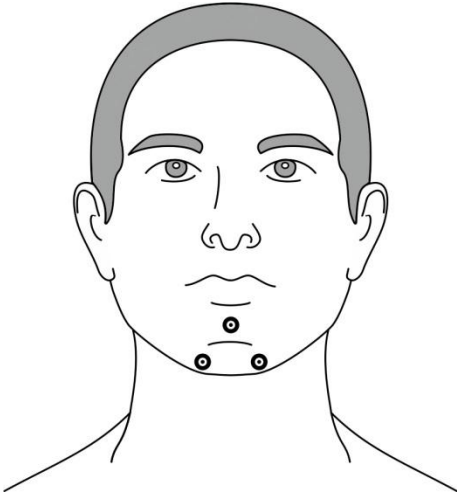

Рис. 36. Схема наложения электродов в подбородочной области пациента для регистрации поверхностной ЭМГ
- Для регистрации сигнала поверхностной ЭМГ с мышц подбородка можно использовать чашечковые электроды, предварительно заполненные токопроводящей адгезивной пастой, или одноразовые электроды с коннектором «кнопка» и соответствующими кабелями отведений. Согласно рекомендациям AASM, требуется накладывать три электрода в подбородочной области следующим образом (рис. 36): центральный — на 1 см выше края нижней челюсти по средней линии, правый — на 2 см ниже края нижней челюсти и на 2 см вправо от средней линии, левый — на 2 см ниже края нижней челюсти и на 2 см влево от средней линии. При такой схеме наложения электродов сигнал поверхностной ЭМГ можно отводить по двум или трем биполярным каналам: правый — центральный, левый — центральный, правый — левый. Кожу пациента в местах установки электродов предварительно обезжирьте с помощью спиртовой салфетки. Наложённые чашечковые электроды дополнительно зафиксируйте медицинским пластырем (на коже) или используя пасту с высокими адгезивными свойствами (в случае густого волосяного покрова). Для этого